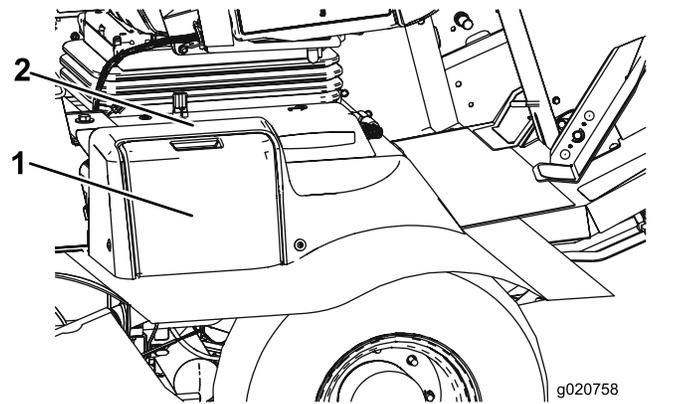

Рисунок 60
1. Откройте крышку аккумуляторной батареи сбоку на кожухе (Рисунок 60).
Примечание: Нажмите на плоскую поверхность над крышкой аккумуляторной батареи, чтобы облегчить снятие крышки (Рисунок 60).